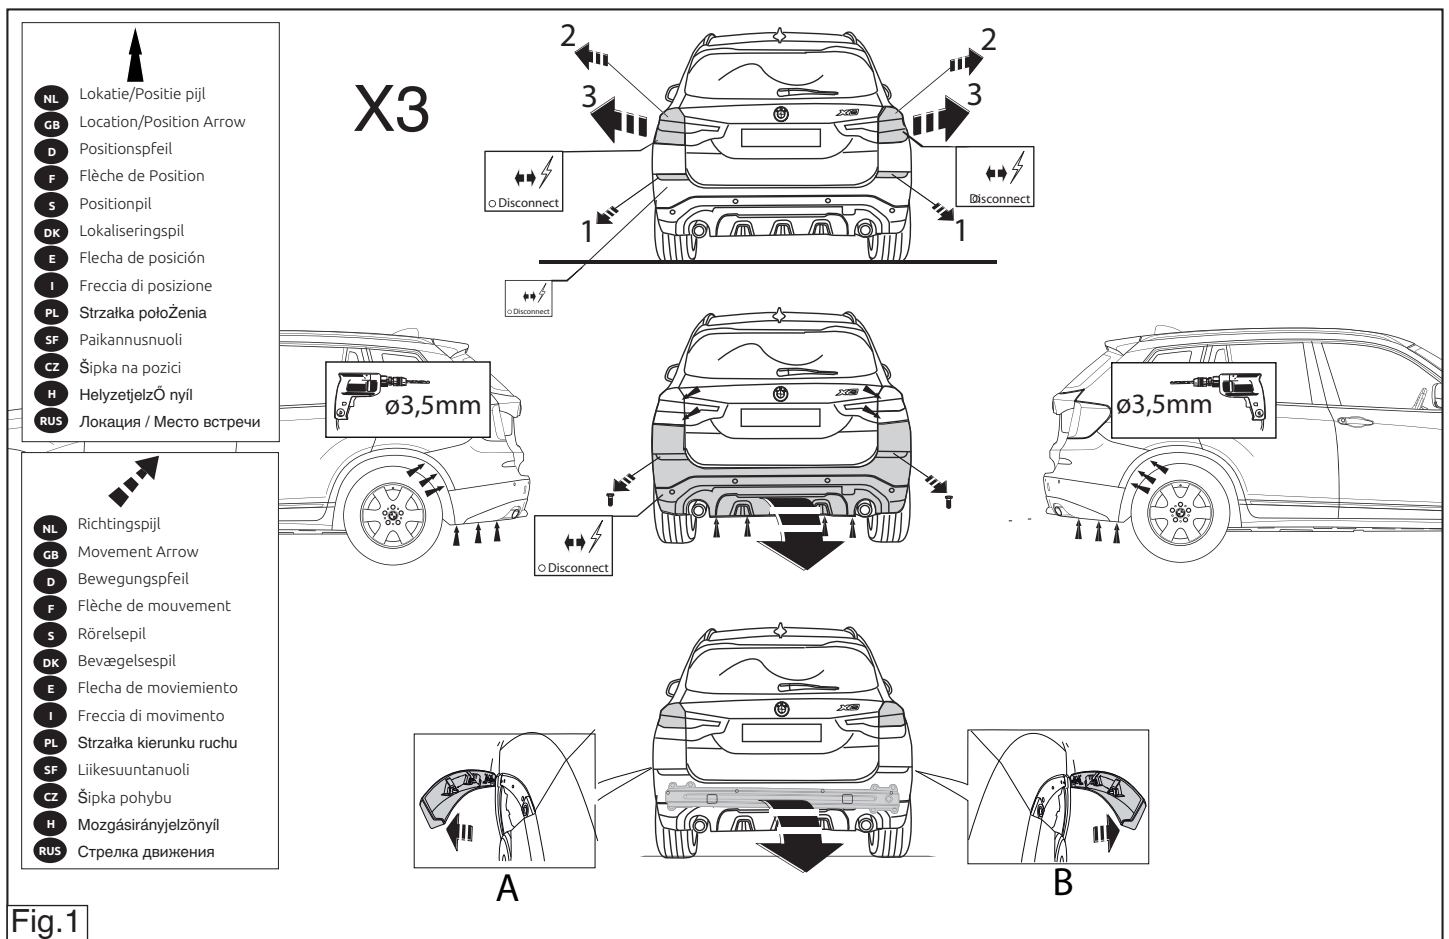

Fig.1
1. Demonter baglysehjederne. Demonter kofangeren, inklusive køretøjs stålstødbjælke. Denne bliver overflødig. Se fig. 1
понадобится. См. рисунок 1.
ponownie używana. Patrz rysunek 1.